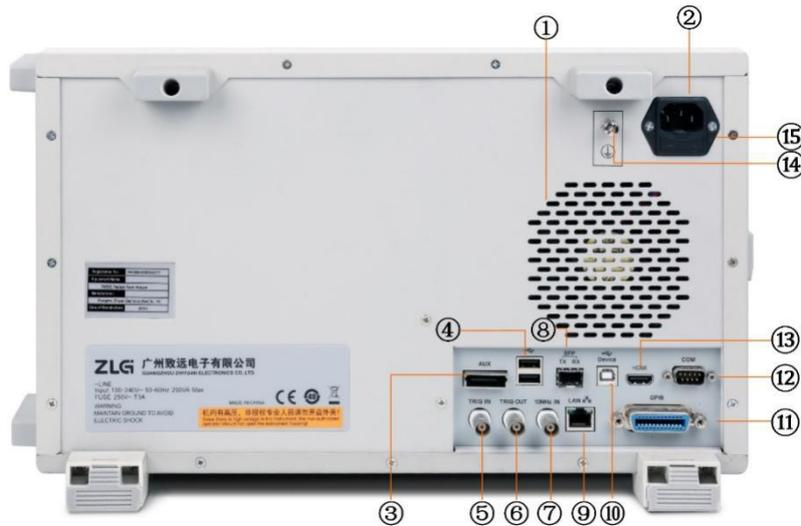
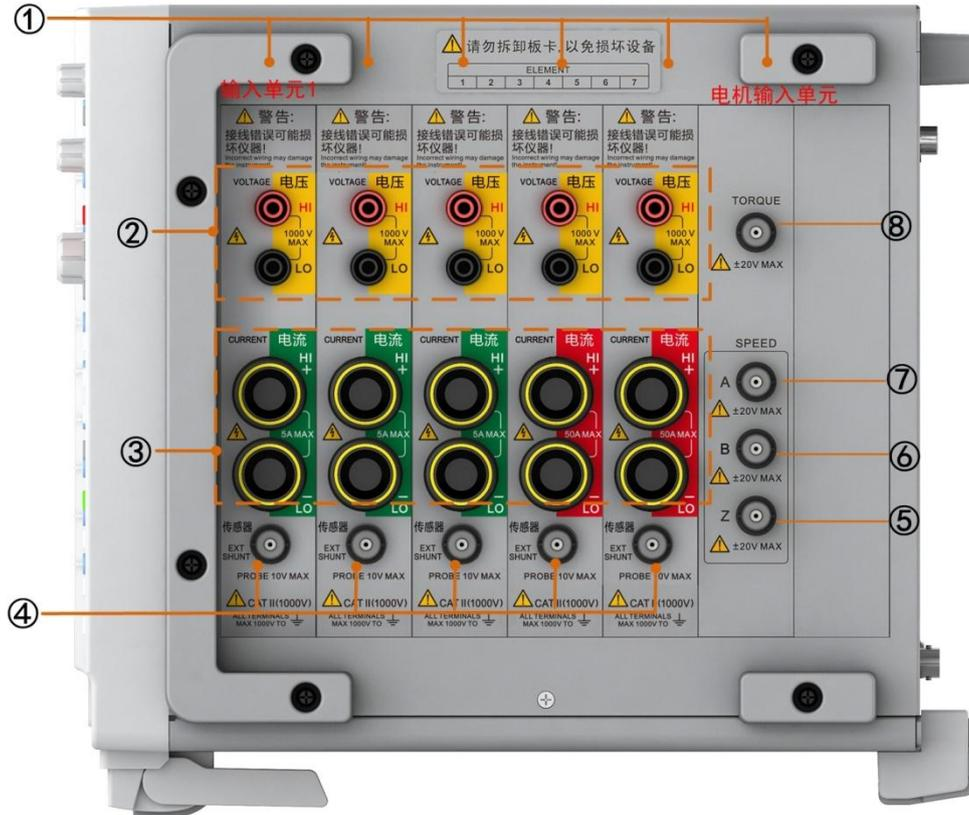

图 3.25 后面板说明
图 3.26 右侧面板说明
对图 3.25 中各部分功能依次序说明如下：
- ① **散热孔**。用于功率分析仪的散热。如图 3.25 的标注①处所示。
- ② **电源插座**。如图 3.25 的标注②处所示。
- ③ **AUX 多机同步接口**。如图 3.25 的标注③处所示。
- ④ **USB Host 接口**。如图 3.25 的标注④处所示，两个 USB Host 接口，可用于连接 USB 存储器或 USB 键盘。
- ⑤ **触发信号输入**。图 3.25 的标注⑤处所示，可送给各子卡，用于子卡的同步触发。
- ⑥ **触发信号输出**。如图 3.25 的标注⑥处所示，其功能可通过终端软件进行设置。
- ⑦ **10MHz 同步参考时钟输入**。如图 3.25 的标注⑦处所示。用户可使用 10MHz 同步时
- ⑧ **SFP 光纤接口**。如图 3.25 的标注⑧处所示。
- ⑨ **千兆 LAN 接口**。如图 3.25 的标注⑨处所示，详见图 3.26。该接口为一路 10M/100M/1000M 以太网，用于对终端机的远程控制。右侧指示灯为数据传输指示灯，有数据传输时为黄色；左侧为链路指示灯，灯为绿色表示链路为 1000M 以太网；橙色表示为链路为 100M 以太网，灯灭则表示链路为 10M 以太网。
- ⑩ **USB Device 接口**。如图 3.25 的标注⑩处所示。USB 2.0 高速 Device 接口，支持自定义协议，支持远程操作。
- ⑪ **GPIB 接口**。如图 3.25 的标注⑪处所示，用于对终端机的远程控制。目前，本 GPIB 仅支持从机功能。
- ⑫ **标准全功能串口**。速率最大支持 115200bps，如图 3.25 的标注⑫处所示。
- ⑬ **HDMI 接口**。其物理接口形式为 19 针的 HDMI Type A 接口，最大分辨率为 4k×2k@30。HDMI A 接口的引脚配置和信号分配见表 3.4。
- ⑭ 接地。如图 3.25 的标注⑭处所示。
- ⑮ 电源保险丝。如图 3.25 的标注⑮处所示。
对图 3.26 中各部分功能依次序说明如下：
- ① 输入单元 1~5。如图 3.26 的标注①处所示。
- ② 电压输入端子。连接电压测试线。如图 3.26 的标注②处所示。
- ③ 电流输入端子。连接电流测试线。如图 3.26 的标注③处所示。
- ④ 外部电流传感器输入端子。如图 3.26 的标注④处所示。
- ⑤ Z 脉冲输入端子（电机版）。如图 3.26 的标注⑤处所示。
- ⑥ B 脉冲输入端子（电机版）。如图 3.26 的标注⑥处所示。
- ⑦ A 脉冲输入端子（电机版）。如图 3.26 的标注⑦处所示。
- ⑧ 扭矩信号输入接口（电机版）。如图 3.26 的标注⑧处所示。仅电机版功率分析仪具有，电机评估时输入来自扭矩仪的信号。